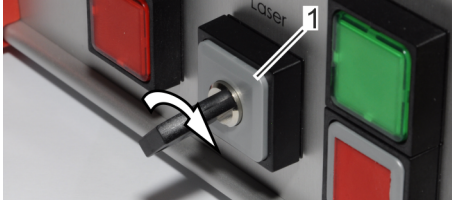

Abb. 14: Schlüsselschalter drehen
3. ➔ [Schlüsselschalter] (Abb. 14/3) nach rechts drehen.